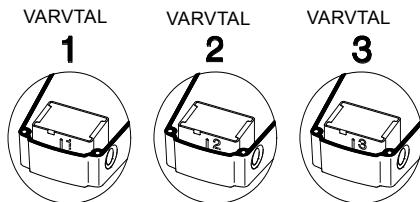

Fig. 11 Val av varvtal
3. Dra ut modulen till varvtalsomkopplaren och tryck in den så att siffran för önskat varvtal syns genom fönstret på kopplingsboxens lock. Se fig. 11.